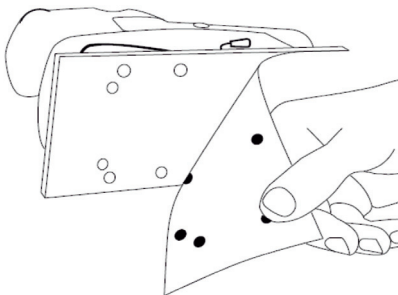

Рис. 2
3. Приложите абразивный лист (115x145мм, 8 отверстий) к подошве, совместив отверстия на абразивном листе с отверстиями на подошве (Рис. 2).
2. Приложите абразивный лист (115x107мм, 8 отверстий) к подошве, совместив отверстия на абразивном листе с отверстиями на подошве (Рис. 2)